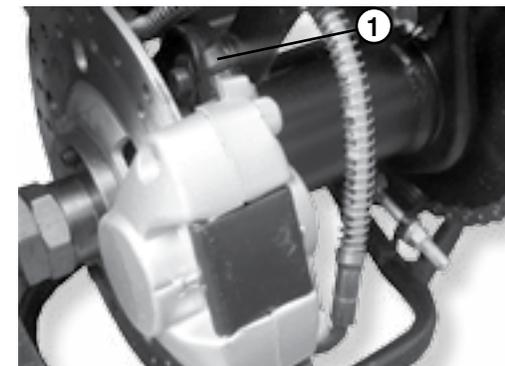

Рис. 12. Дисковый тормоз задних колес
- Снимите колпачок с клапана выпуска воздуха (рис.12 поз.1); на штуцер клапана наденьте резиновую трубку, другой конец которой погрузите в емкость с небольшим количеством тормозной жидкости;